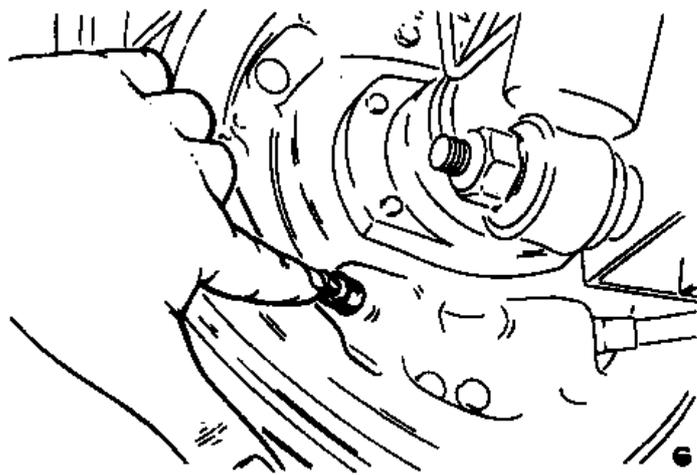

Рис.9.22. Регулировочный плунжер задних колес (Разд.12)
3. Проверьте, имеют ли свободный ход регулировочные плунжеры задних колес (Рис.9.22). Если плунжеры шатаются, нужно несколько раз нажать на педаль ножного тормоза, до тех пор, пока храповой механизм не выберет необходимый зазор.